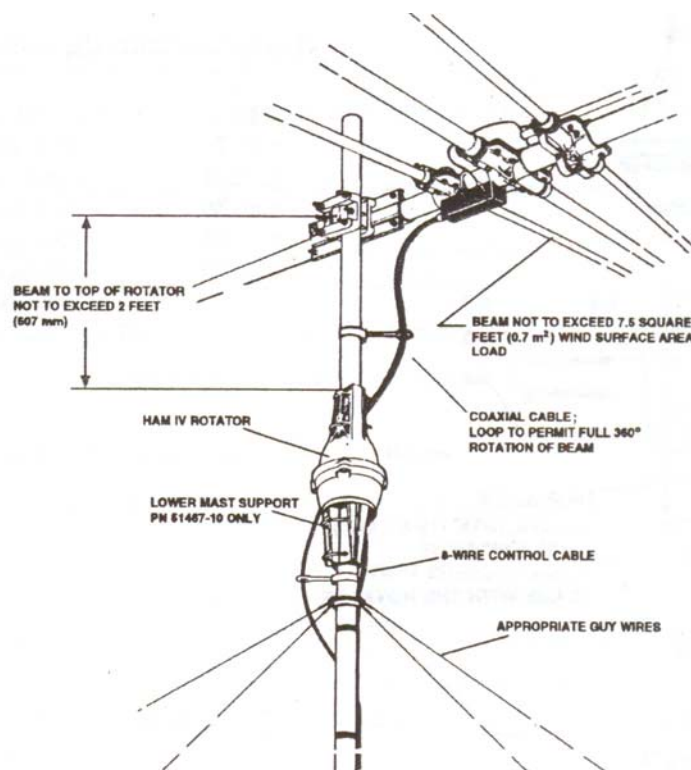

Figure 6
3. Si può usare anche un mast telescopico o di altro tipo (vedi Fig. 6). Questa installazione è simile a quella del par. 2 e richiede il kit opzionale di supporto mast inferiore per lavoro gravoso e deve essere declassato a 7,5 piedi quadrati.